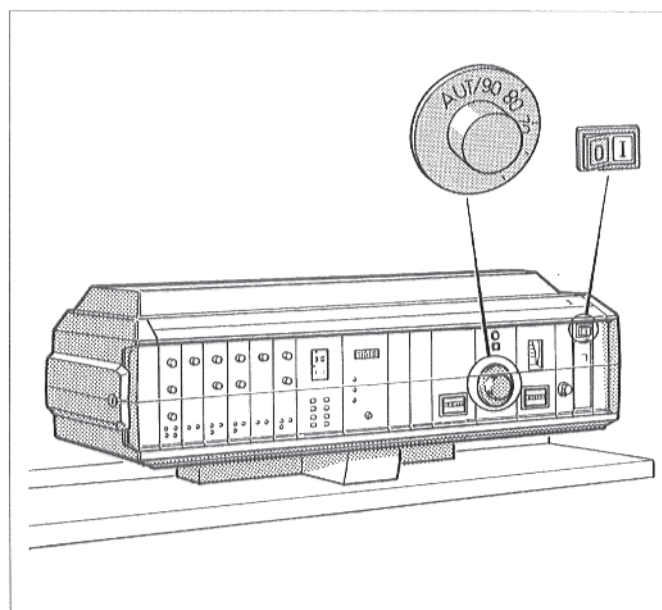
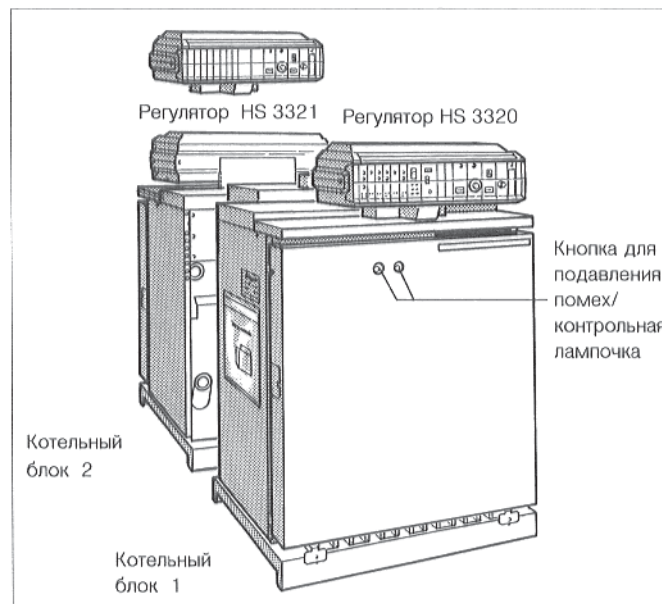

Рис. 2. Регулятор; ввод в эксплуатацию газовой горелки
Рис. 3: GE 324 LDZ Lownox Ecomatic
- Установить переключатель режима работы (рис. 2) обоих регуляторов на поз. I (ВКЛ.).
Установить регулятор температуры котельной воды (рис. 2) котельного блока 2 - это блок с регулятором HS 3321 (рис. 3) - на макс. температуру.
Установить регулятор температуры котельной воды (рис. 2) котельного блока 1 - это блок с регулятором HS 3320 (рис. 3) - на "AUT.).
Установить регуляторы температуры котельной воды (рис. 2) обоих регуляторов на максимальную температуру.
Установить регулятор температуры котельной воды (рис. 2), одного котельного блока, на желаемую температуру. Таким образом котельный блок 1 определен.
Установить регулятор температуры котельной воды другого котельного блока (рис. 2), примерно, на 5 К ниже, чем котельный котельный блок 1.
- Если светится контрольная лампочка кнопки подавления помех котла (рис. 3), то кнопку подавления помех следует нажать.